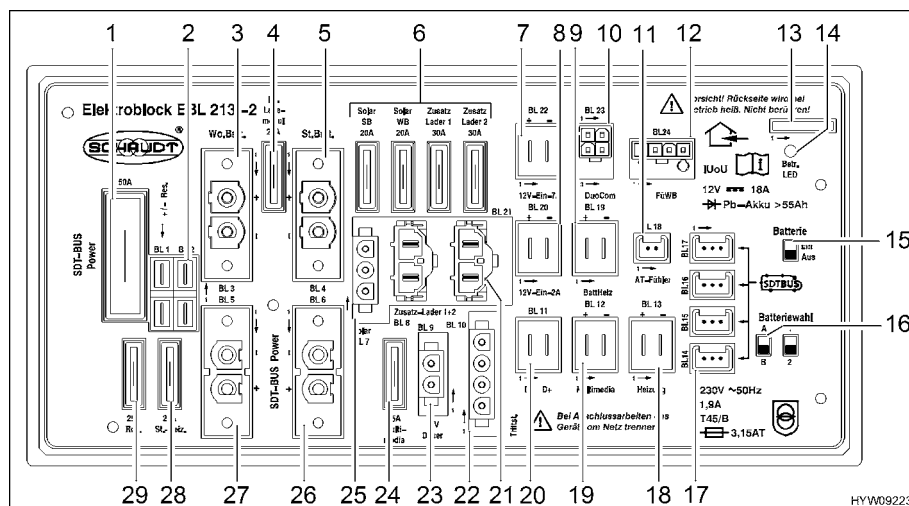

Fig. 113 Centralina elettrica (EBL 213)
- Portare l'interruttore staccabatteria (Fig. 113,15) sulla centralina elettrica EBL 213 in posizione "Aus" (spento).
- Portare l'interruttore staccabatteria (Fig. 113,15) sulla centralina elettrica EBL 213 in posizione "Ein" (acceso).
Entrambi i selettori batteria (Fig. 113,16) sono impostati in base al tipo di batteria in uso: